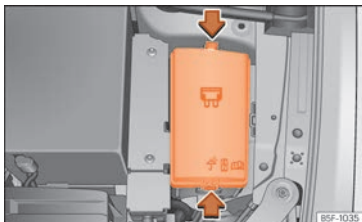

Abb. 199 Im Motorraum: Abdeckung des Sicherungskastens.
- Verriegelungstasten drücken, um die Abdeckung des Sicherungskastens » » » (Abb. 199) zu entriegeln.